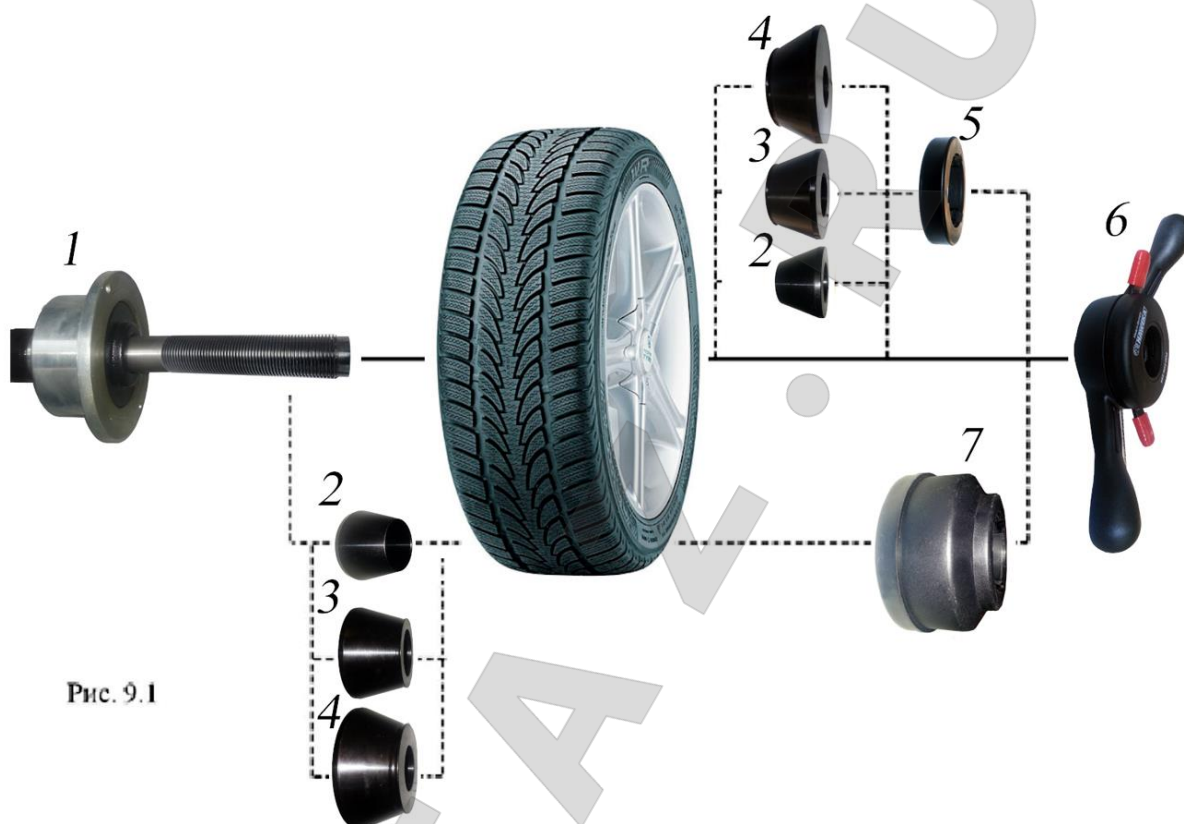

Рис. 9.1
9.2. Балансируемое колесо закрепляется на валу СБ за центральное отверстие диска с помощью конусов и быстросъемной гайки с раздвижными резьбовыми сухарями. В зависимости от конфигурации диска конус может быть установлен как с внешней стороны диска (вариант «а»), так и с внутренней (вариант «б»). При этом на гайке 6 кольцо 5 должно быть заменено на чашку 7. (рис. 9.1)